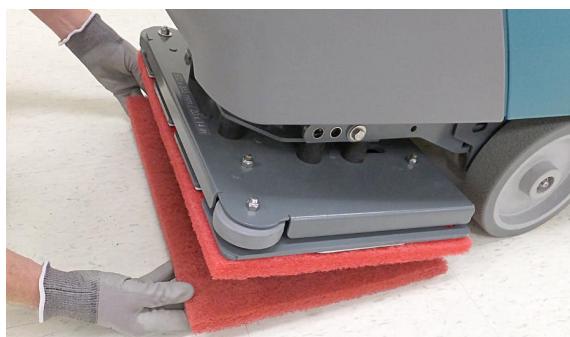

ABB. 20
- Befestigen Sie die Arbeitsscheibe an der Zwischenpolierscheibe (Abbildung 20).